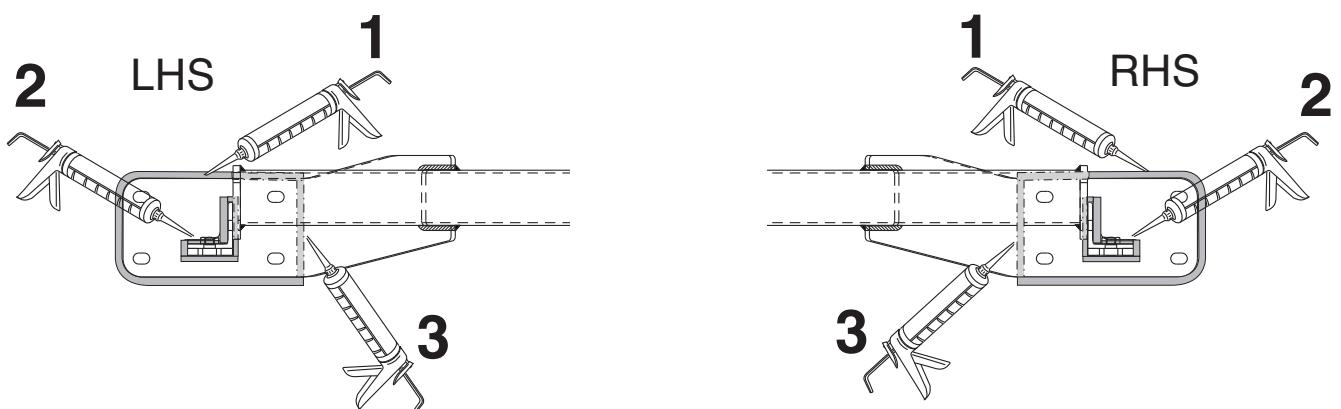

Fig.2
7. Seal the portions indicated (see fig. 2).
- 7. Kit de aanslagvenster delen af (zie fig. 2).
7. Die angegebenen Teile kittern (siehe Abb. 2).
6. Tillsätt delarna enligt figureren (se fig. 2).
- Boucher les parties indiquées (voir la fig.2).
7. Smør kit på de markerede dele (jævnfør fig. 2).